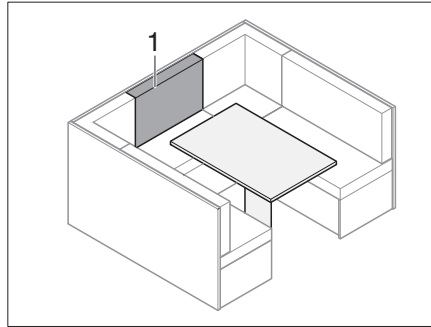

Fig. 172 Antes de la transformación
- Poner el cojín del respaldo (Fig. 172,1) delante del cojín adicional en la mesa.